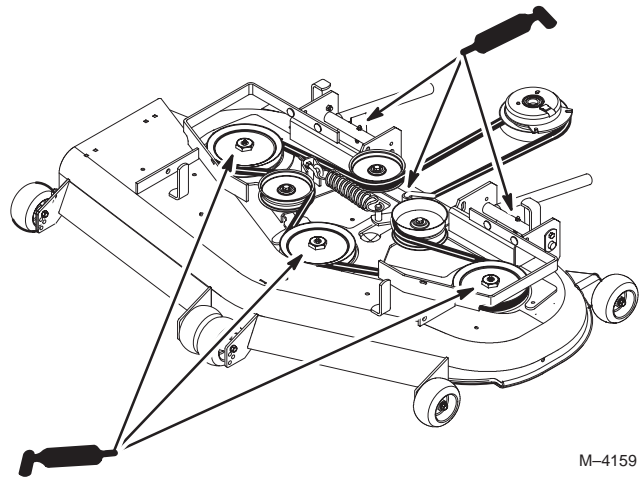

Figure 39
3. Lubrifiez les graisseurs des roulements des trois axes (Fig. 39).
4. Graissez le pivot de la poulie de tension (Fig. 39).
5. Lubrifiez les graisseurs des bras de poussée (Fig. 39).